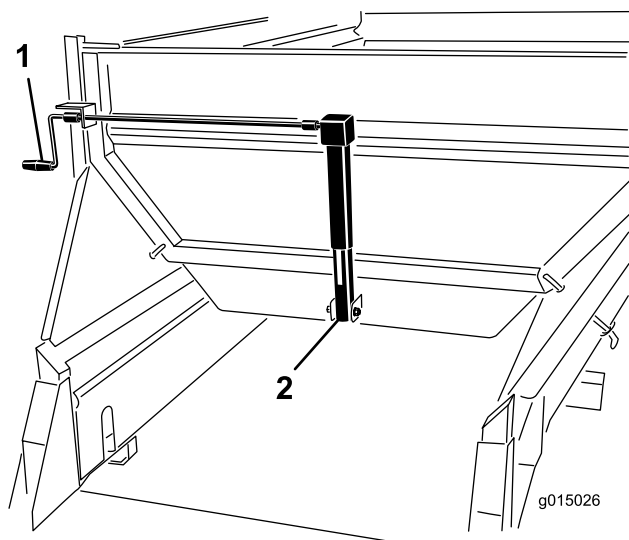

Figura 46
Ruotate la manovella per regolare la sponda (**Figura 46**) in modo che la freccia sia allineata al centro del colore desiderato (giallo per questo esempio).
1. Ruotate la manovella per regolare la sponda (Figura 46) in modo che la freccia sia allineata al centro del colore desiderato (giallo per questo esempio).